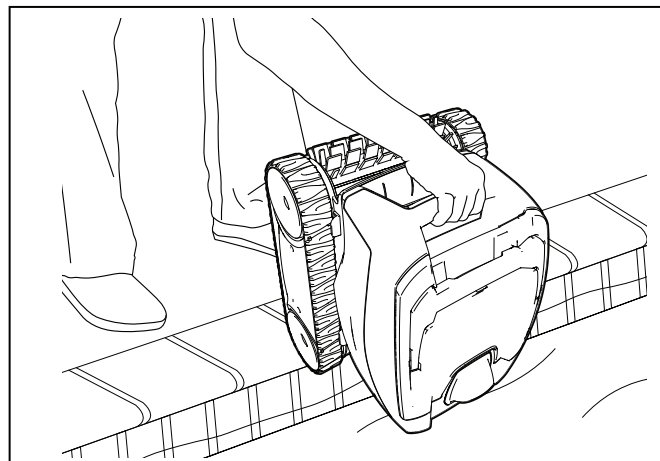

Figure 15. Soulèvement du nettoyeur de la piscine avec la poignée
1. Tirez doucement sur le câble flottant pour rapprocher le nettoyeur à portée de main. Lorsque le nettoyeur est à portée de main, utilisez la poignée pour le retirer de l'eau (Figure 15). Ne retirez jamais le nettoyeur de la piscine en tirant sur le câble flottant.